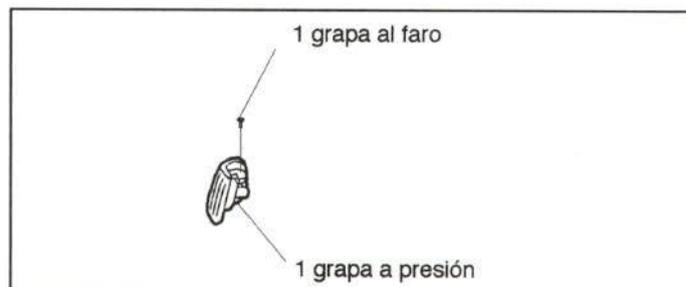

Figura 18.- Unión del piloto delantero
En la figura 18 se muestra su fijación.
- Piloto (figura 18).
- Piloto delantero (figura 18).